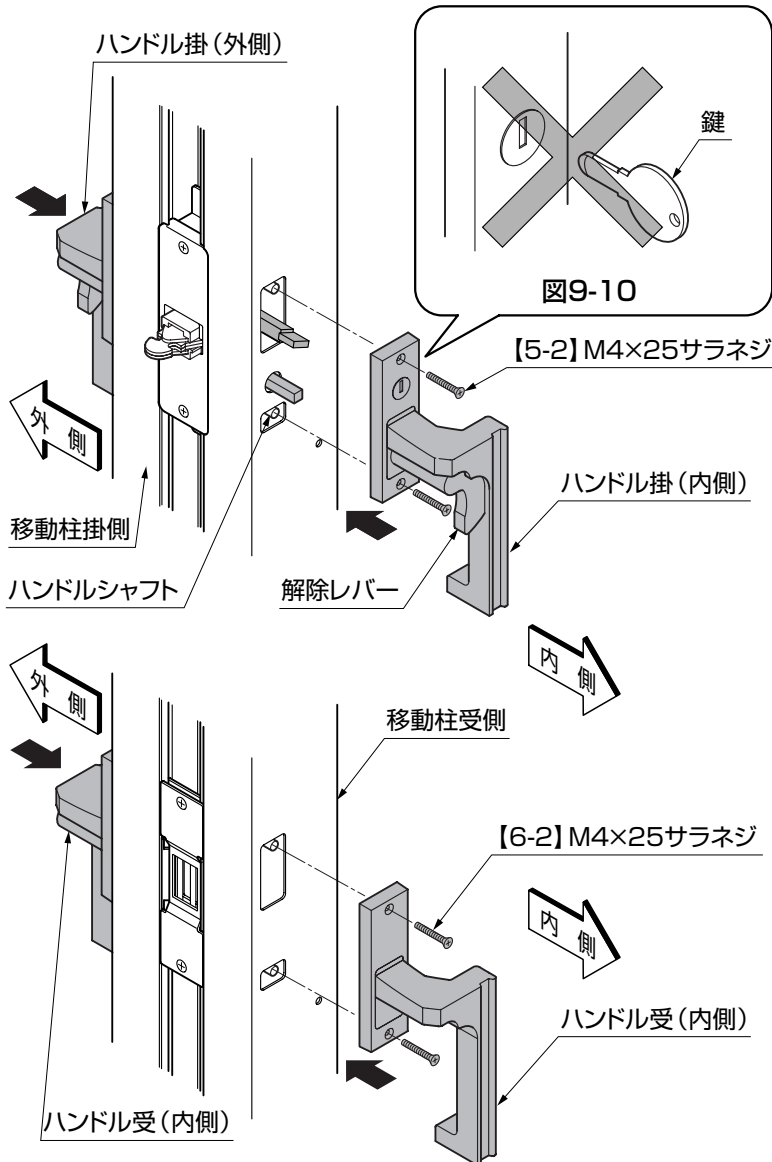

図9-11 本体受側の場合
- ②移動柱掛側・移動柱受側にハンドル(外側)のハンドルシャフトを挿入して、ハンドル(内側)を外した【5-2】、【6-2】で仮止めしてください。(図9-9・図9-11参照)